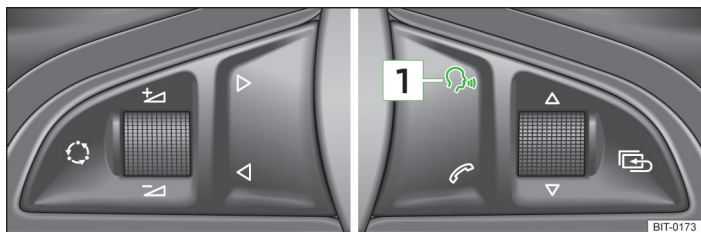

Fig. 116 Volanul multifuncțional
- prin apăsarea scurtă a tastei **1** » fig. 116 de pe volanul multifuncțional;
Puteți începe oricând dialogul apăsând scurt tasta **1** » fig. 116 de pe volanul multifuncțional1).
Dacă sistemul este în curs de redare a unui mesaj, este necesar să se încheie redarea în curs prin apăsarea tastei **1** » fig. 116 de pe volanul multifuncțional. ▶
> prin apăsarea scurtă a tastei **[1]** >> fig. 116 de pe volanul multifuncțional.